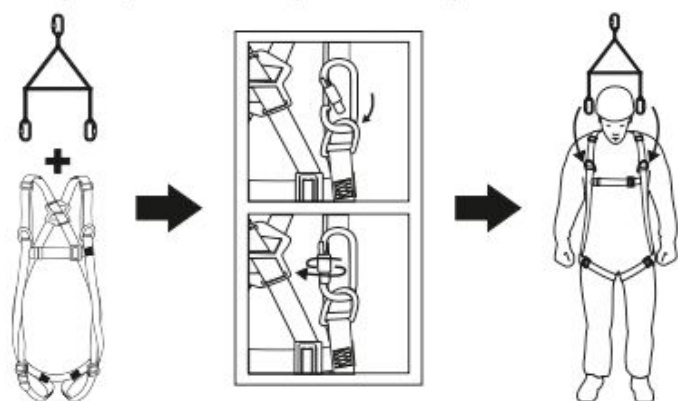

Рис. 13. Графическая схема к определению фактора падения
**Внимание!** Рекомендуется создавать систему с наименьшим возможным фактором падения (рис. 13).